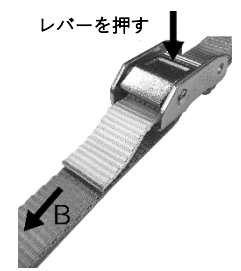

図6
- ① カムバックルのレバーを押しながら、矢印のB方向にベルトを引きベルト荷締機を緩めて下さい（図6参照）。